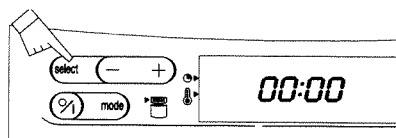

Fig. 3
3. Modifiez la température (de 5°C en 5°C), si nécessaire, en appuyant sur la touche  1 fois (fig. 3) et sur les touches  (fig. 4).